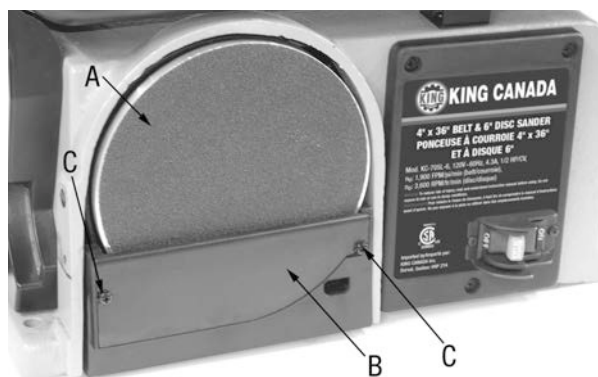

Figure 4
2. Localisez le disque de ponçage (A) Fig.4 et décollez l'arrière du disque. Alignez le disque de ponçage sur le disque de la ponceuse et pressez fermement et uniformément sur toute la grandeur.
3. Réinstallez le garde (B) Fig.4 et les deux vis autotaraudeuses (C) en utilisant un tournevis Philips.